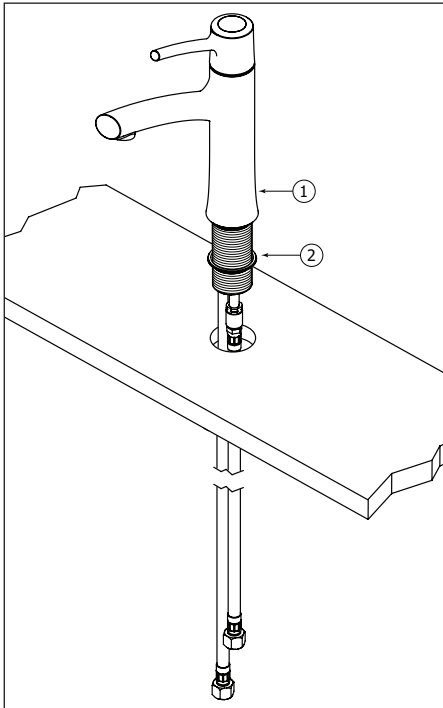

Fig.1
Place the rubber ring (2) against the faucet body. Insert the faucet (1) into the hole (\varnothing 1-3/8") of the basin or countertop as shown (fig. 1).
Placer la bague en caoutchouc (2) contre le bec. Insérer le robinet (1) dans le trou (\varnothing 1-3/8") du lavabo ou du comptoir tel qu'illustré (Fig. 1).